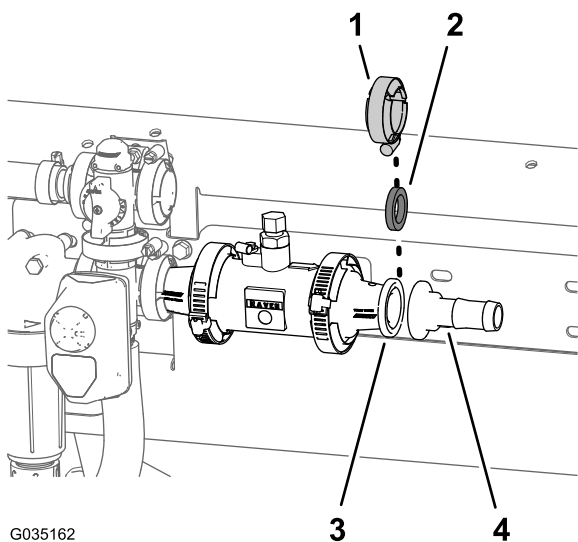

Figura 56
2. Allineate la guarnizione (1-5/16") che avete rimosso al passaggio e il raccordo dentellato del flessibile all'estremità dell'adattatore del riduttore (Figura 56).
3. Fissate il raccordo del flessibile e la guarnizione all'adattatore (Figura 56) con un morsetto flangiato da 51 mm.